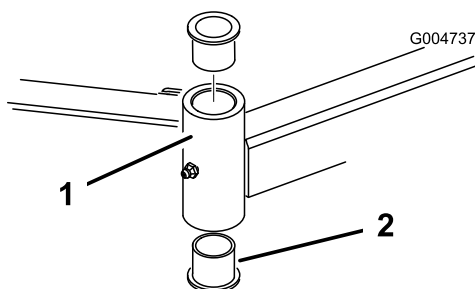

Figura 88
4. Inserite un punteruolo nella parte superiore o inferiore del tubo di fissaggio, e spingete la boccia fuori del tubo (Figura 88). Estraete dal tubo anche l'altra boccia. Pulite l'interno dei tubi di fissaggio.